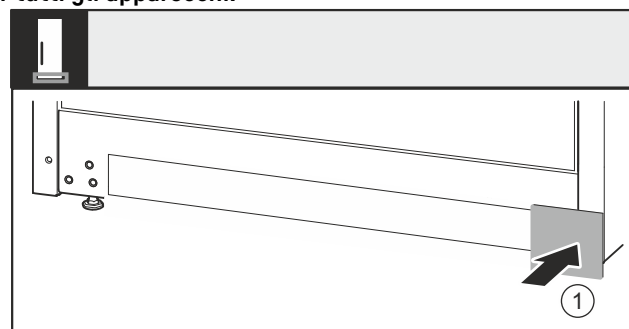

Fig. 26
- Riapplicare la copertura Fig. 26 (1) sull'altro lato.